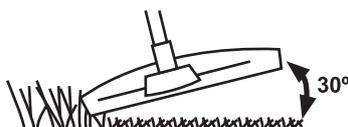

Fig. 18a
- Placer la tête de désherbage juste au-dessus du sol à un angle d'environ 30° (voir Fig. 18a).